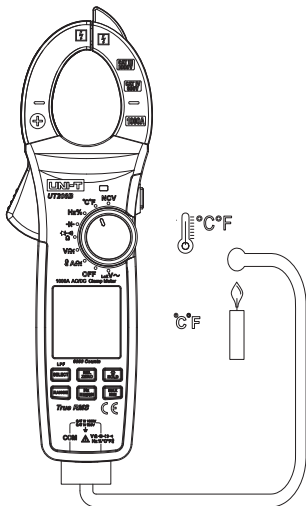

Рис. 12
## 12. Измерение температуры (Рис. 12)
- 2) Подключите к прибору термодатчик типа К (см. Рис. 12).